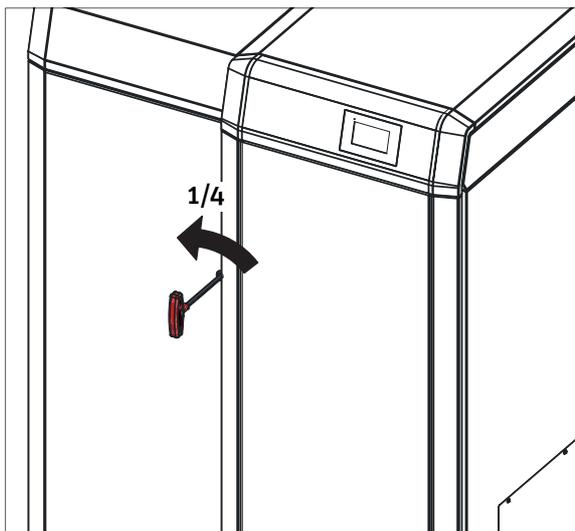
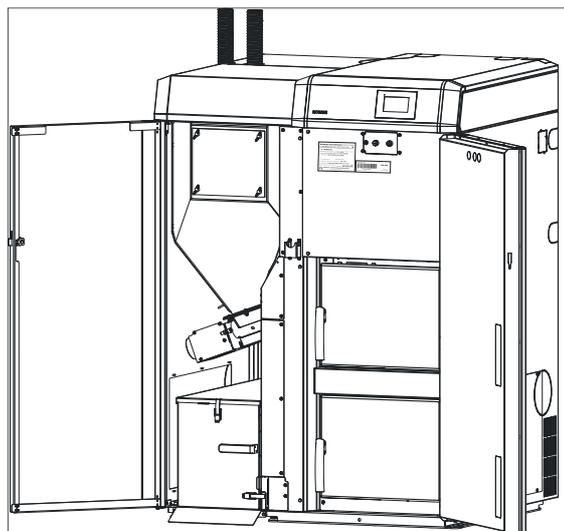

Fig. 5 Ouverture de la porte du revêtement à l'aide d'une clé à six pans creux
Fig. 6 Porte de revêtement ouverte
► Enfiler la clé à six pans creux, tourner 1/4 de tour vers la gauche et ouvrir la porte de revêtement – Fig. 5, Fig. 6.